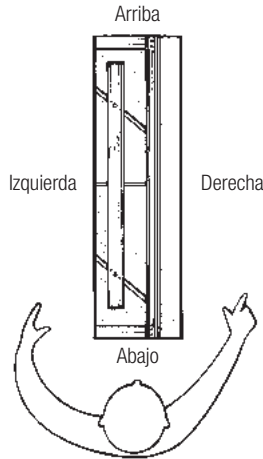
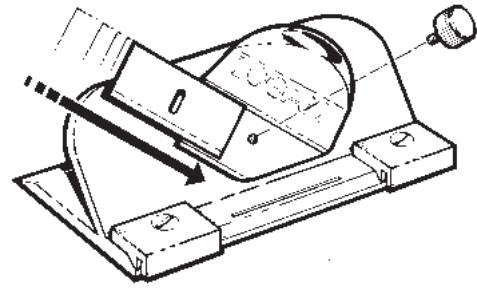

Fig. 2
Fig. 3
3. Deslice la cuchilla hacia el FRENTE del fijador de la cuchilla (parte afilada hacia abajo) hasta que la punta de la cuchilla entre en la ranura de cuchillas y el orificio en la cuchilla se alinee con el orificio del fijador de la cuchilla. (Fig. 2) (Fig. 3).